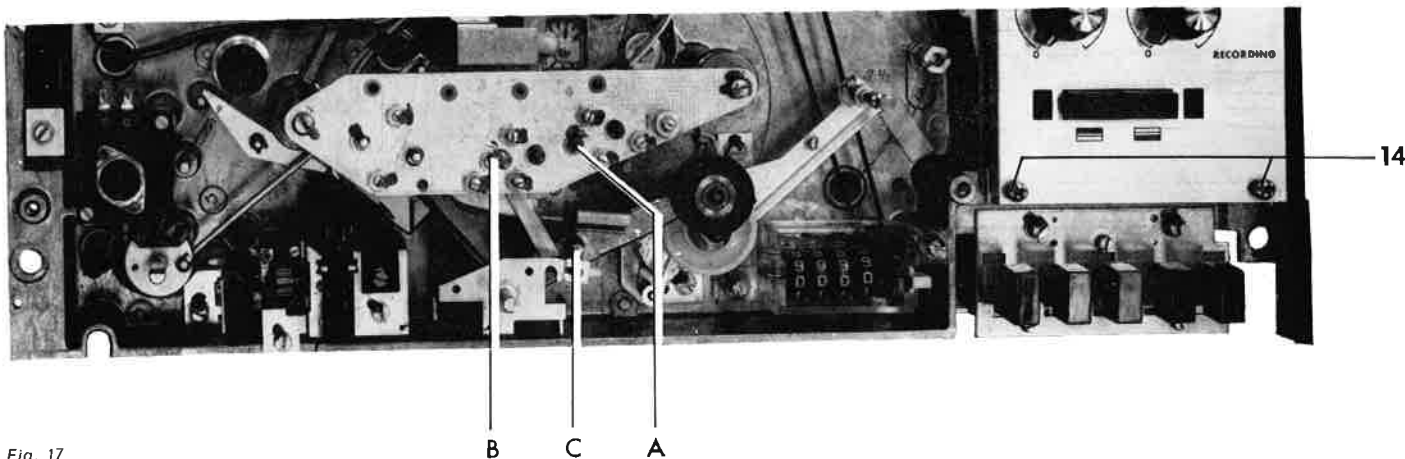

Fig. 17
- Draai de twee schroeven 14 (fig. 17) los.
- Stel de weergeefkop met schroef A (fig. 17) zo in dat de ellips op de oscillator bij 1000 Hz zo plat mogelijk wordt. De uitgangsspanning van elk kanaal moet dan de maximumwaarde hebben.
- Maak een opname en stel de opneemkop zo in met schroef B (fig. 17) dat de ellips op de oscilloscoop zo plat mogelijk is en dezelfde richting heeft als bij weergave van de testband.